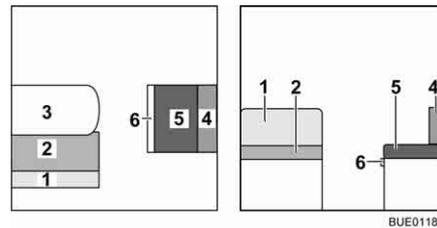

Bild 114 Vor dem Umbau
- Tisch (Bild 114,3) zum Bettunterbau umbauen (siehe Abschnitt 6.10).
- Das Rückenpolster (Bild 114,1) abnehmen und beiseite legen.